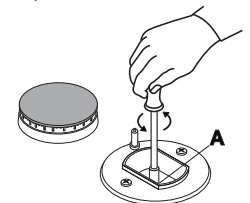

Abb. 6
2. Schrauben Sie die Düsen mit Hilfe eines 7 mm (Abb.6 Steckschlüssels ab und ersetzen Sie sie durch die entsprechenden Düsen der neuen Gasart (siehe Tabelle 1 "Merkmale der Brenner und Düsen").
Die Kochmuldenmodelle B 30TC 138/CS BNV sind mit zwei Gasversorgungs-Eingängen ausgestattet (siehe Abb.6 Detail P1 und P2), die je zwei Brenner versorgen. Demnach müssen beide an das Versorgungsnetz angeschlossen werden.